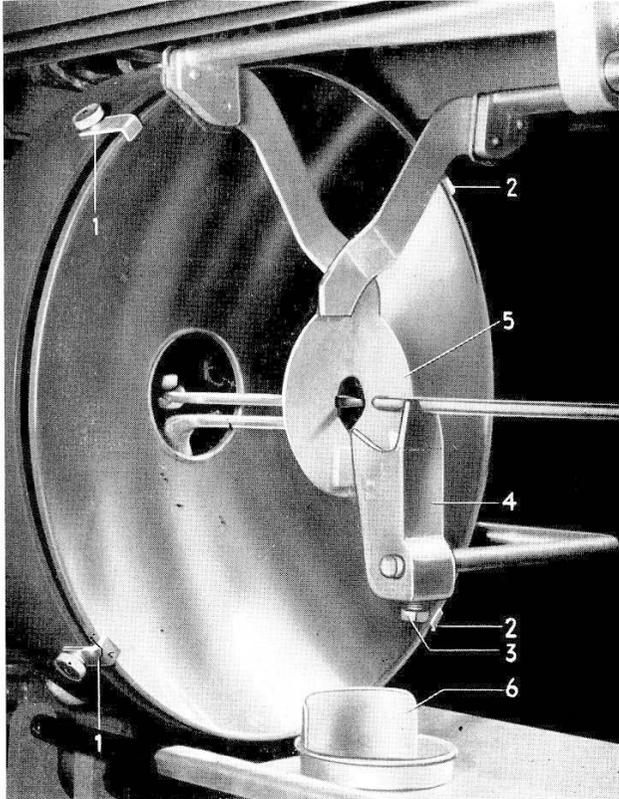

Abb. 3 Zündschutzeinrichtung der BAUER HI 75 B
**Sichere Kohlenführung** gewährleisten die beiden Kohlenhalter (Abb. 2, Pos. 4 und 12) zusammen mit der für jede Kohle getrennten Kohlenstütze (Abb. 3, Pos. 4). Die Kohlenhalter können durch Handverstellgriffe einzeln fein reguliert und durch je eine Schnellverstellung (Abb. 19, Pos. 2 und Abb. 13 Pos. 5) rasch in jede beliebige Lage gebracht werden.